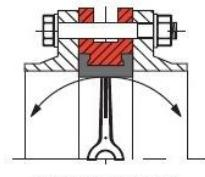
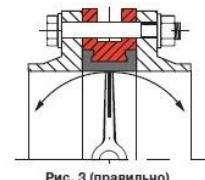

Рис. 2 (неправильно)
Рис. 3 (правильно)
2. В случае использования фланцев с внутренним диаметром больше номинального диаметра затвора фланцы не будут полностью закрывать седловое уплотнение, что может привести к повреждению и деформации седлового уплотнения (рис. 2). Перед началом монтажа важно убедиться, что внутренний диаметр фланцев соответствует номинальному диаметру дискового поворотного затвора (рис. 3).